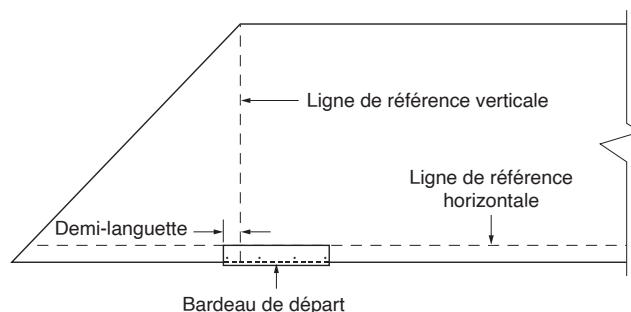

Figure 9-1 : La bande de départ chevauche la ligne de référence verticale.
3. Posez les rangées de départ de la façon indiquée dans les instructions des bardeaux à installer. Faites chevaucher la demi-languette mesurée sur la ligne de référence au lieu de la couper. La bande de départ doit se prolonger sur toute la longueur de l'avant-toit (voir la Figure 9-1).